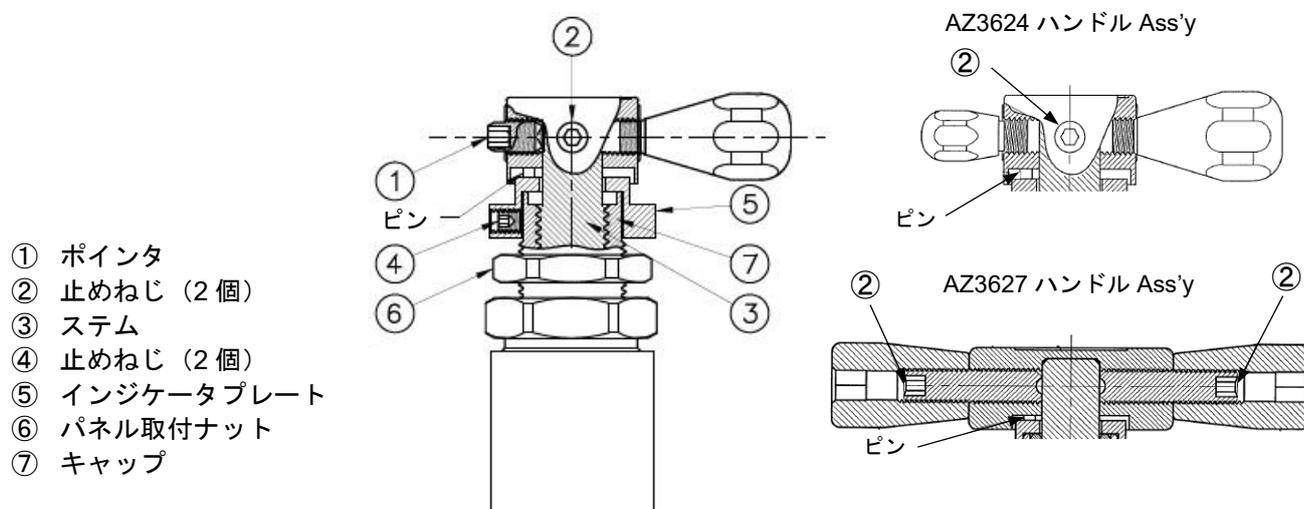

図2 パネル取付ナット付きバルブ (AZ3625、AZ3624、AZ3627)
A. ハンドルの取り外し（図2参照）
- ⑤インジケータプレートの側面にある④止めねじを覆っている製品品番のラベルを剥がします。ラベルは後で再利用します。
- 5/64インチの六角レンチを使用し、④止めねじ（2箇所）を緩めます。
- ⑤インジケータプレートを持ち上げ、バルブから取り外します。
B. パネル取付（図2参照）
- ⑥パネル取付ナットをバルブから取り外します。
- パネルの穴にバルブを通し、希望の位置に配置、配管を取り付け、⑥パネル取付ナットをバルブ本体に取り付けます。
- 1インチレンチを使用し、⑥パネル取付ナットをパネルにしっかり締め付けます。
C. ハンドルの取り付け（図2参照）
- ⑤インジケータプレートを⑦キャップの上に置きます。
- ハンドル Ass'y を③ステムの上に置きます。
- ハンドルを時計回りに、⑤インジケータプレートに引っかかるまで回します。次に、ハンドルが適切な閉位置になるまで、時計回りに回します。
- 1/8インチの六角ビットを使用し、②止めねじ（2箇所）を締め付けます。（推奨締め付けトルクは5.6Nm）
- 1/8インチの六角レンチを使用し、①ポインタを締め付けます。
- ⑤インジケータプレートを反時計回りに止まるまで回転させ、位置がずれていないことを確認してください。⑤インジケータプレートを押さえながら、5/64インチの六角ビットを使用し、④止めねじ（2箇所）を締め付けます。（推奨締め付けトルクは2.3Nm）
E. ラベル貼り付け（図2参照）
- Aの1の手順で剥がしたラベルを、⑤インジケータプレートの側面に貼り付けます。